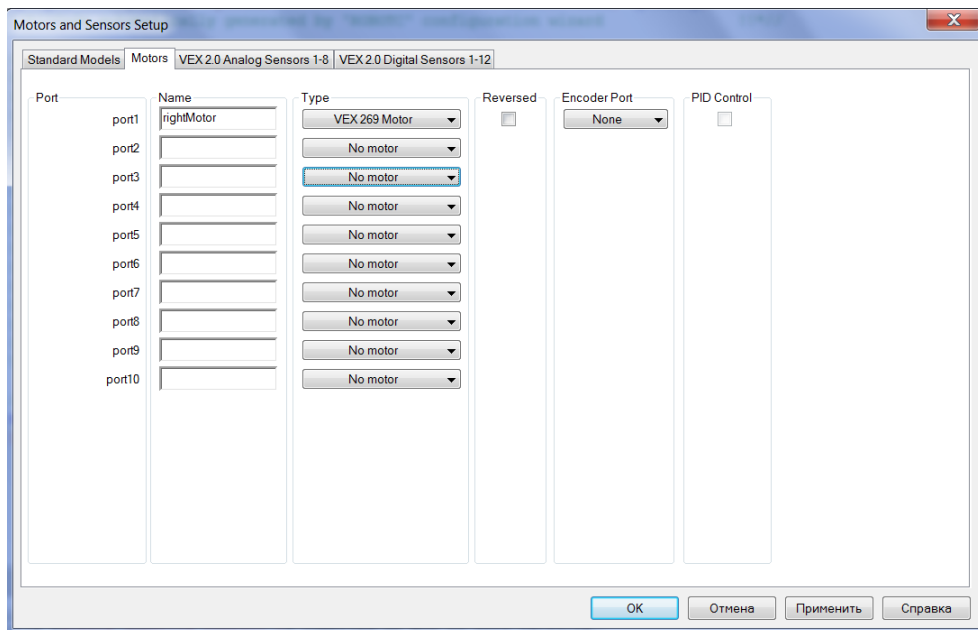

Рис. 10.13. Вкладка Motors
- Для настройки приводов перейдите во вкладку Motors. В данном окне (рис. 10.13) вы увидите 10 строк, каждая из которых обозначает порты контроллера. В каждой строке доступны такие параметры, как: